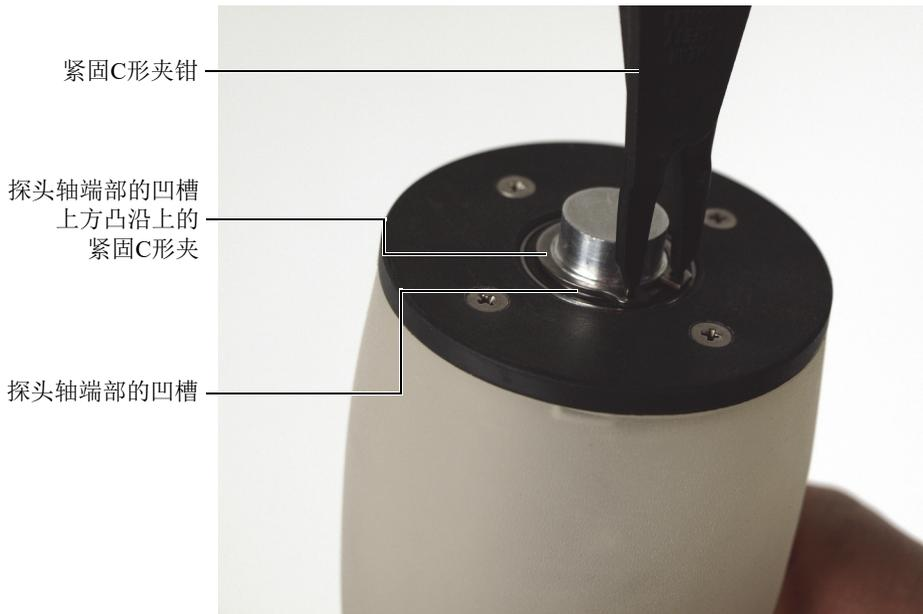

图 6-10 在探头轴端部安装外置紧固C形夹
2. 将声学轮竖直放置（连有探头线缆的一端在下面），使用提供的紧固C形夹钳，小心地将外置紧固C形夹安装到探头轴端部凹槽上面的凸沿上（参见第82页的图 6-10）。